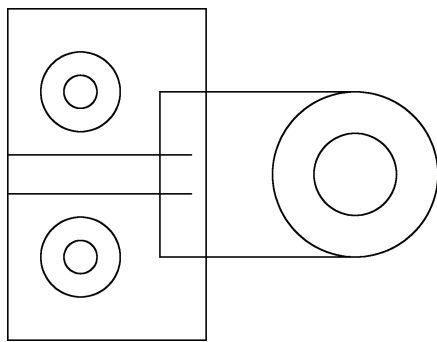

图 3-52 修剪和删除多余线条
18) 执行“合并单元”命令 (amjoin), 对图形进行编辑修剪; 执行“修剪”命令 (tr), 执行“删除”命令 (e), 删除多余线条; 执行“删除所有构造线”命令 (ameraseallcl), 删除所有构造线, 如图 3-52所示。